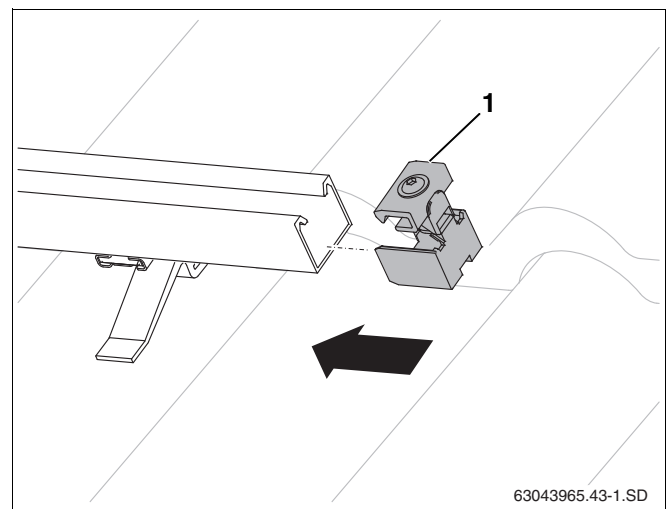

Рис. 42 Установка одностороннего зажима
- ▶ Вставьте односторонние зажимы (рис. 42, поз. 1) в профильные рейки на правой стороне поля коллекторов до фиксации их в первом продольном отверстии профильной рейки.